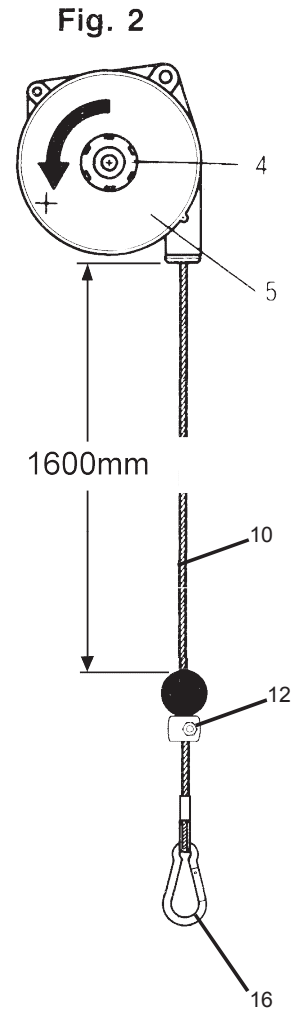
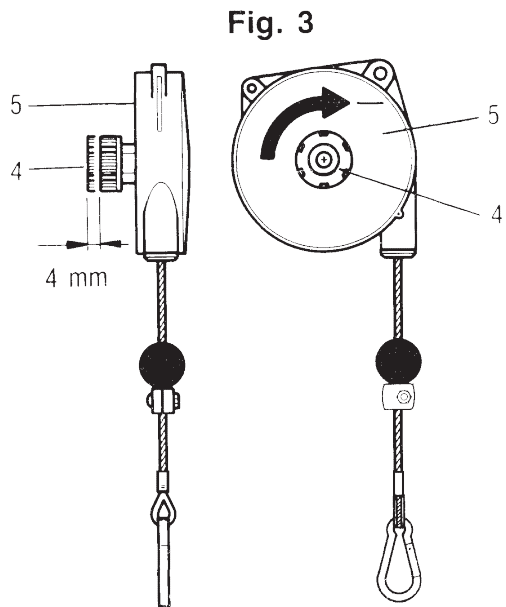

Fig. 2
Fig. 3
För att tillåta balansblocket att balansera större belastningar inom den tillåtna lastkapaciteten, vrid ratten (4), som visas i (Fig.2) (moturs, vilket identifieras med tecknet "+", justeringen är inte kontinuerlig, utan stegvis), efter varje steg ska ratten (4) gå tillbaka tills den är i kontakt med plåten (5) (Fig.2). För lättare laster dra ut ratten (4) och, håll den fast medan du roterar den medurs som visas i (Fig.3) efter varje steg ska ratten gå tillbaka tills den är i kontakt med plåten (5) (Fig.3).
Belastningen på balansblocket måste hängas upp på karbinhaken (16) (fig.2). Se till att karbinhaken är stängd efter upphängningen av lasten.
Om nödvändigt, flytta och lås klämman (12) (fig.2) för att begränsa slaget uppåt.
**Släpp inte lasten om klämman (12) (Fig.2) inte stöder mot vajerns klammer (POSITION VISAS I FIGUR 2).**